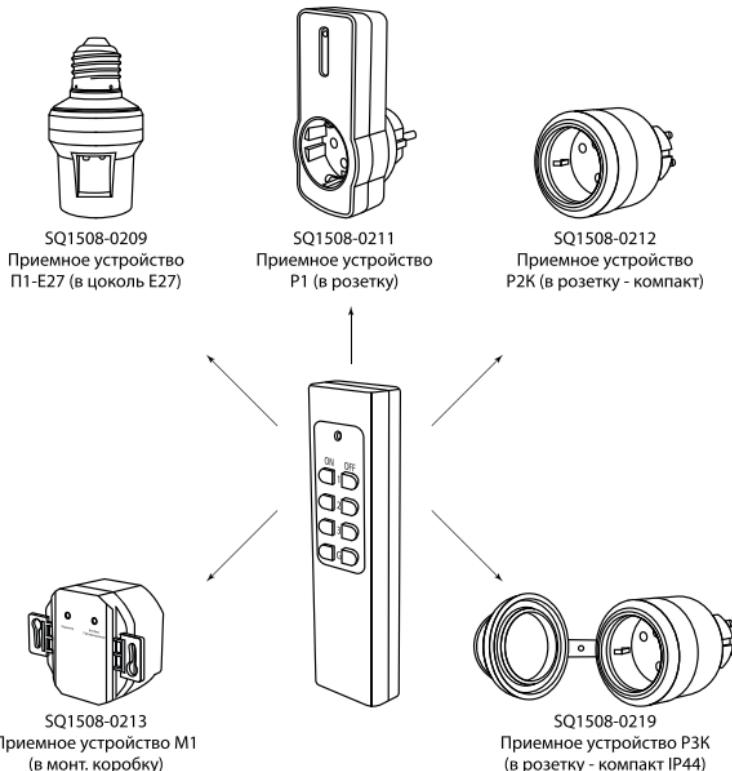

Рисунок 7. Подключение приемников из линейки «Уютный дом» к ПУЗ
5.7. К каждому каналу пульта ПУЗ можно подключить параллельно до 100 разных или одинаковых приемников из линейки «Уютный дом» (рис. 7).